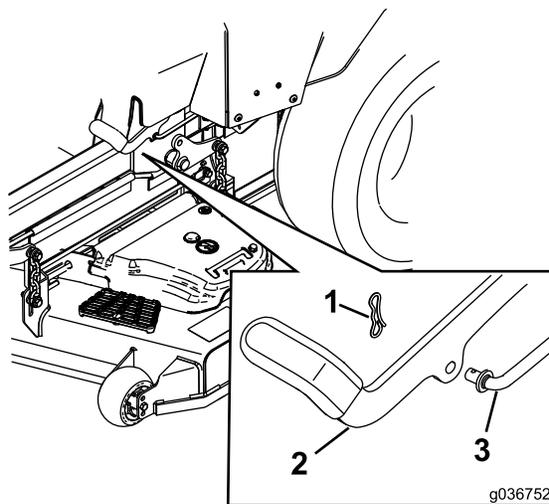

Figura 60
6. Per eventuali regolazioni, disinnestate il freno di stazionamento. Rimuovete la coppiglia dall'albero di collegamento del freno (Figura 60).